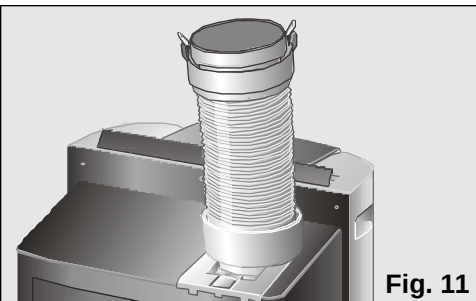

Fig. 11
- ☐ Verwijder de diffuusbuis en zet de afvoerbuis van de lucht op de in **fig. 11.** aangegeven positie.